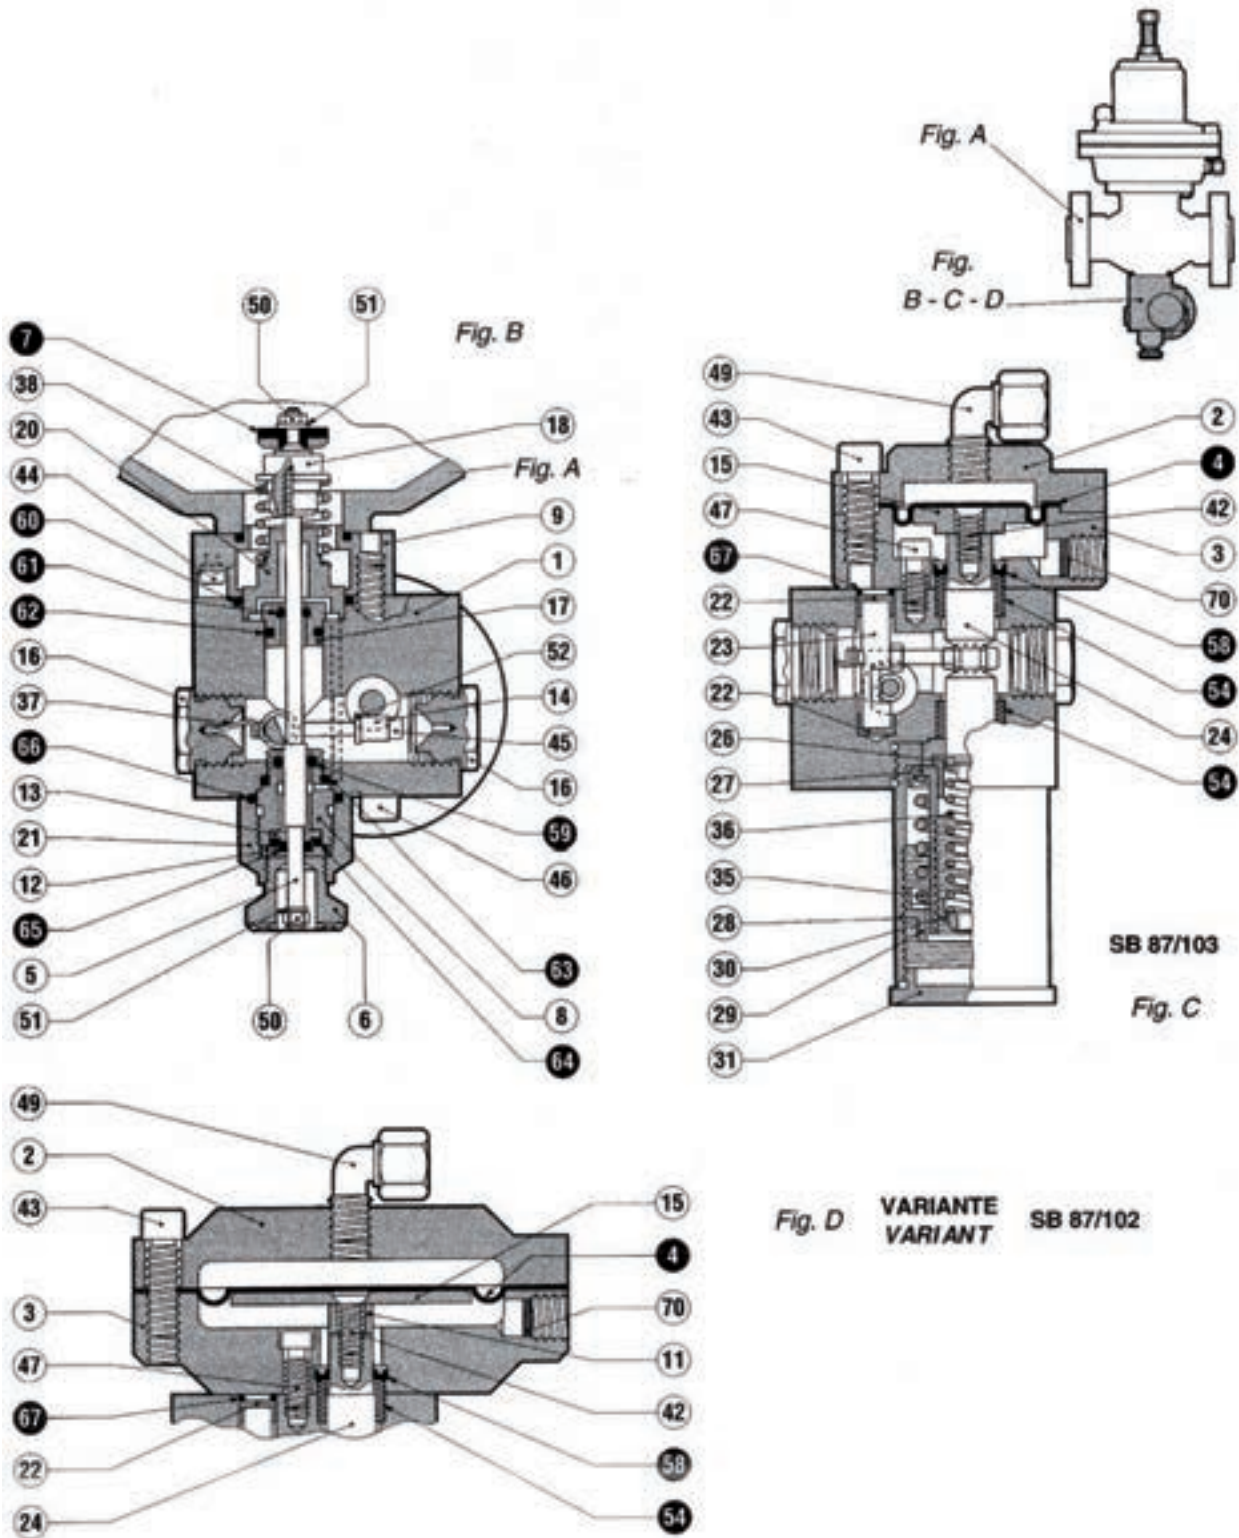

Fig. 15
**VALVOLA DI BLOCCO SB 87 (FIG. 15)**
- 3) Allentare le viti di fissaggio pos. (46) in modo da scaricare parzialmente la molla pos. (38); prima di toglierle completamente assicurarsi di poter sostenere adeguatamente il dispositivo di blocco.
- 4) Togliere le viti e separare il dispositivo di blocco dal corpo pos. (1).
- 6) Svitare il dado pos. (50) e togliere l'otturatore pos. (7).
- 7) Dal dispositivo pressostatico allentare le viti pos. (43) e togliere il coperchio pos. (2).
- 3) Avvitare la vite di regolazione pos. (29) fino a raggiungere il valore di taratura desiderato.
**SB 87 SLAM-SHUT (FIG. 15)**
- 3) Slacken the fixing screws, pos. (46), so as to partially slacken the spring, pos. (38); before removing them completely, ensure that you can support the slam-shut device adequately.
- 4) Remove the screws and separate the slam-shut from the body, pos. (1).
- 6) Slacken the screws, pos. (50) from the pressure switch device, and remove the cover, pos. (7).
- 7) Slacken the screws, pos. (43) from the pressure switch device, and remove the cover, pos. (2).